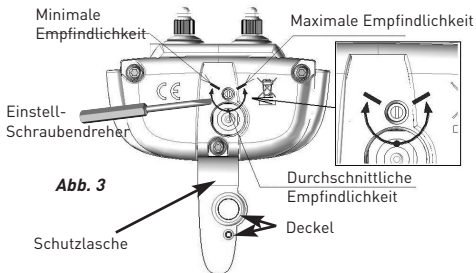

Abb. 3
- Ein Einstell-Schraubendreher (siehe Abb. 3)
- Nehmen Sie die Lasche ab, die sich auf der Hinterseite des Halsbandes befindet (siehe Abb.3).
- Drehen Sie vorsichtig die Einstell-Schraube je nach der gewünschten Empfindlichkeit (siehe Abb. 3).